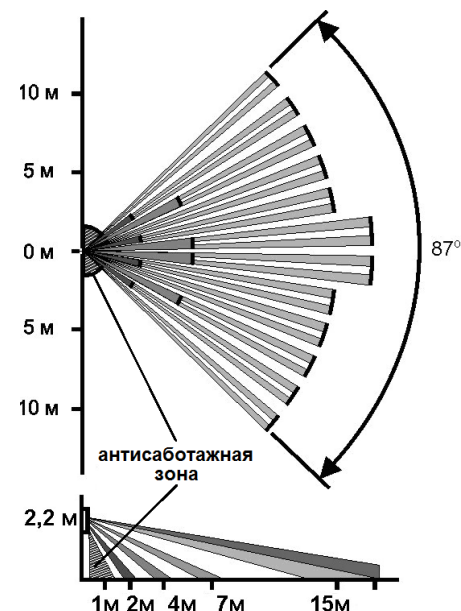

**Рис.3** Схема подключения извещателей к ППКОП
• Питание по шлейфу сигнализации. Подключение извещателя к прибору приемно-контрольному охранно-пожарному (ППКОП) осуществляется по двухпроводной схеме (см. рис.3). Для работы извещателя не требуется источника напряжения 12 В и соответствующей линии питания.
Подключите провода в соответствии со схемой подключения (рис.2), предварительно продев их в отверстия. Полярность подключения к клеммникам «ШС» и «ТМП» может быть любой. При монтаже последнего в шлейфе сигнализации извещателя, к контактам «ШС» и «ТМП» подключите оконечные резисторы Rok (рис.3).